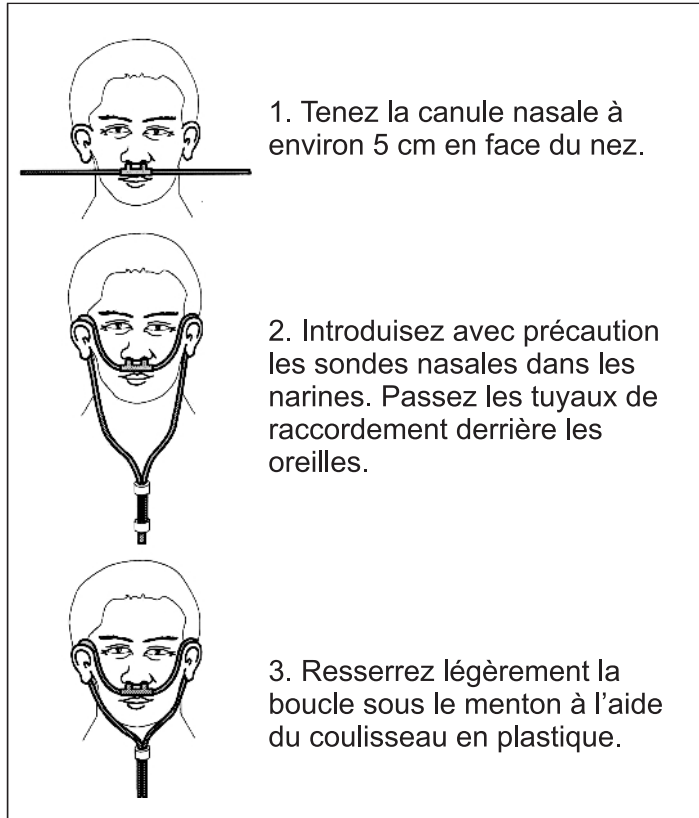

Figure 8 : pose de la canule nasale
3. Mettez la commande OXYJET en marche à l'aide de la touche (1). En appuyant plusieurs fois sur la touche (1) ou (4), vous pouvez modifier le programme qui s'affiche.
4. Placez la canule nasale conformément à la figure 8. OXYJET se met en marche dès la première aspiration par le nez.